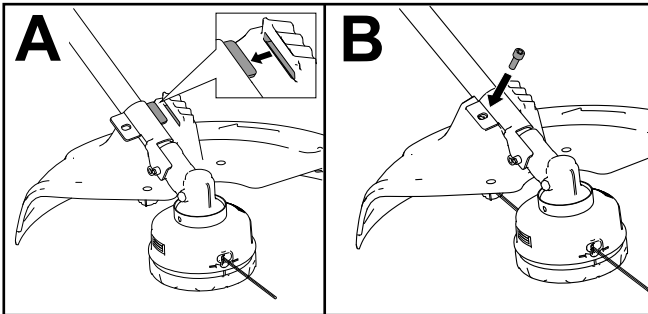

Bild 4
1. Richten Sie die Schutzvorrichtung so aus, dass die Lasche der Halterung in den Schlitz gleitet (A in Bild 4).
2. Bringen Sie die Innensechskantschraube an und ziehen Sie diese fest, um die Schutzvorrichtung an der Halterung zu befestigen (B in Bild 4).